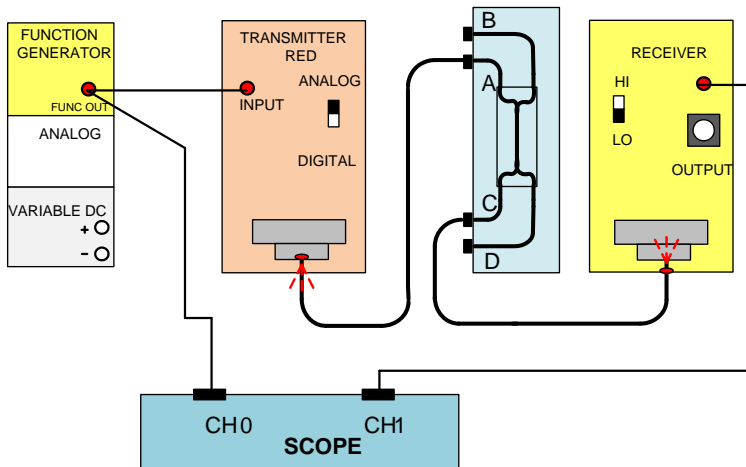

Рис.11. Схема соединения соединения передатчика с разветвителем (выход С)
39. Преобразуйте схему, как показано на рис. 11.